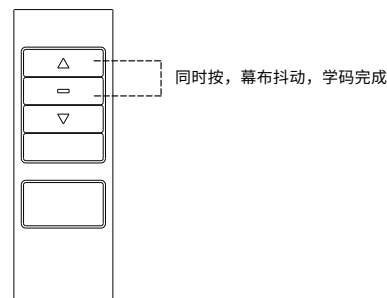

图18
- 1.先断开幕布电源,10 秒后再重新接入电源,幕布上下微动 1 次提示上电;上电 10 秒以内,同时按遥控器“停止键”和“上行键”,幕布再上下微动 1 次学码成功。(如图18)